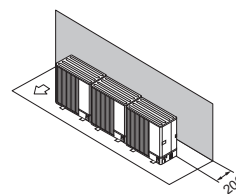

Fig. 2-15
- (1) Obstruction ou surface non dégagée à l'arrière uniquement (Fig. 2-15)